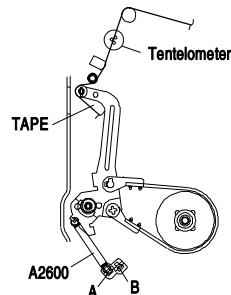

Fig. 18
- Mit dem Tentelometer den Bandzug zwischen Hauptlöschkopf und der Umlenkrolle messen (Fig. 18). Der Bandzug ist durch Umhängen der Feder (A / B, Pos. A2600) auf 0,25N...0,33N (25g...33g) einzustellen.